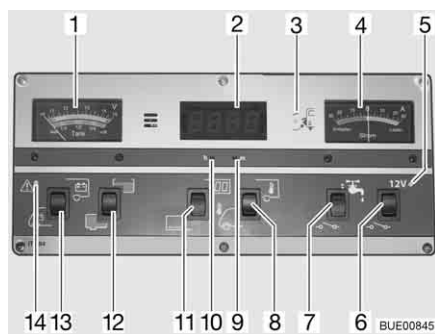

Fig. 172 Painel de controlo IT 994
No indicador V/Reservatório (Fig. 172,1) tenha em conta a escala superior. O indicador é automaticamente iluminado, logo que for premido um interruptor.
- Prima o interruptor basculante (Fig. 172,13) em baixo: É indicada a tensão da bateria de arranque.
- Prima o interruptor basculante (Fig. 172,13) em cima: É indicada a tensão da bateria do habitáculo.
No indicador V/Reservatório (Fig. 172,1) tenha em conta a escala inferior. O indicador é automaticamente iluminado, logo que for premido um interruptor.
- Prima o interruptor basculante (Fig. 172,12) em cima: É indicada a quantidade de água.
- Prima o interruptor basculante (Fig. 172,12) em baixo: É indicada a quantidade de águas residuais.
A luz vermelha de aviso ALARME (Fig. 172,14) fica a piscar, logo que a tensão da bateria do habitáculo 11 V (medição durante o funcionamento) desça abaixo do nível mínimo, havendo assim ameaça de descarregamento total.
Ligar: ■ Prima o interruptor basculante (Fig. 172,11) em cima: A indicação do relógio digital está ligada. A indicação da temperatura está pronta a funcionar.
Desligar: ■ Prima o interruptor basculante (Fig. 172,11) em baixo: As indicações do relógio digital e da temperatura estão desligadas.
Acertar: ■ Prima, com um objeto fino, por ex., a ponta de uma esferográfica, no orifício da indicação das horas (Fig. 172,10), até ser mostrado o número pretendido das horas.
■ Prima, com um objeto fino, por ex., a ponta de uma esferográfica, no orifício da indicação dos minutos (Fig. 172,9), até ser mostrado o número pretendido dos minutos.
Indicar: ■ Prima o interruptor basculante (Fig. 172,8) em cima: É indicada a temperatura interior.
■ Prima o interruptor basculante (Fig. 172,8) em baixo: É indicada a temperatura exterior.
No indicador da corrente (Fig. 172,4) é constantemente indicada a corrente que flui através da bateria. O indicador é automaticamente iluminado, logo que for premido um interruptor.
O interruptor principal de 12 V (Fig. 172,6) liga e desliga o painel de controlo e a alimentação de 12 V do habitáculo.
Ligar: ■ Prima o interruptor basculante (Fig. 172,6) em cima: É ligada a alimentação de 12 V do habitáculo. A luz piloto (Fig. 172,5) acende-se com luz verde.
Desligar: ■ Prima o interruptor basculante (Fig. 172,6) em baixo: É desligada a alimentação de 12 V do habitáculo. A luz piloto (Fig. 172,5) apaga-se.
A luz piloto de 12 V (Fig. 172,5) acende-se, quando está ligado o interruptor principal de 12 V (Fig. 172,6).
A luz piloto amarela de 230 V (Fig. 172,3) acende-se, quando à entrada da central elétrica existe tensão de rede.
Ligar: ■ Prima o interruptor basculante (Fig. 172,7) em cima: O abastecimento de água está ligado.
Desligar: ■ Prima o interruptor basculante (Fig. 172,7) em baixo: O abastecimento de água está desligado.